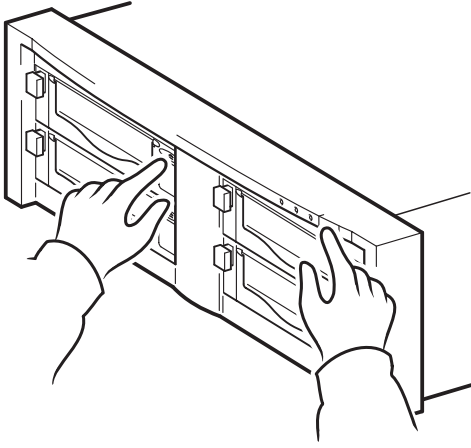

Figure 10a : utilisation de HP OBDR, étape 1
- 1 Soulevez le volet d'insertion de la cartouche et insérez la dernière cartouche amorçable dans le lecteur que vous avez affecté à HP OBDR (voir figure 10a). La cartouche doit être enregistrée par une application de sauvegarde enregistrant les données sur bande au format CD-ROM.